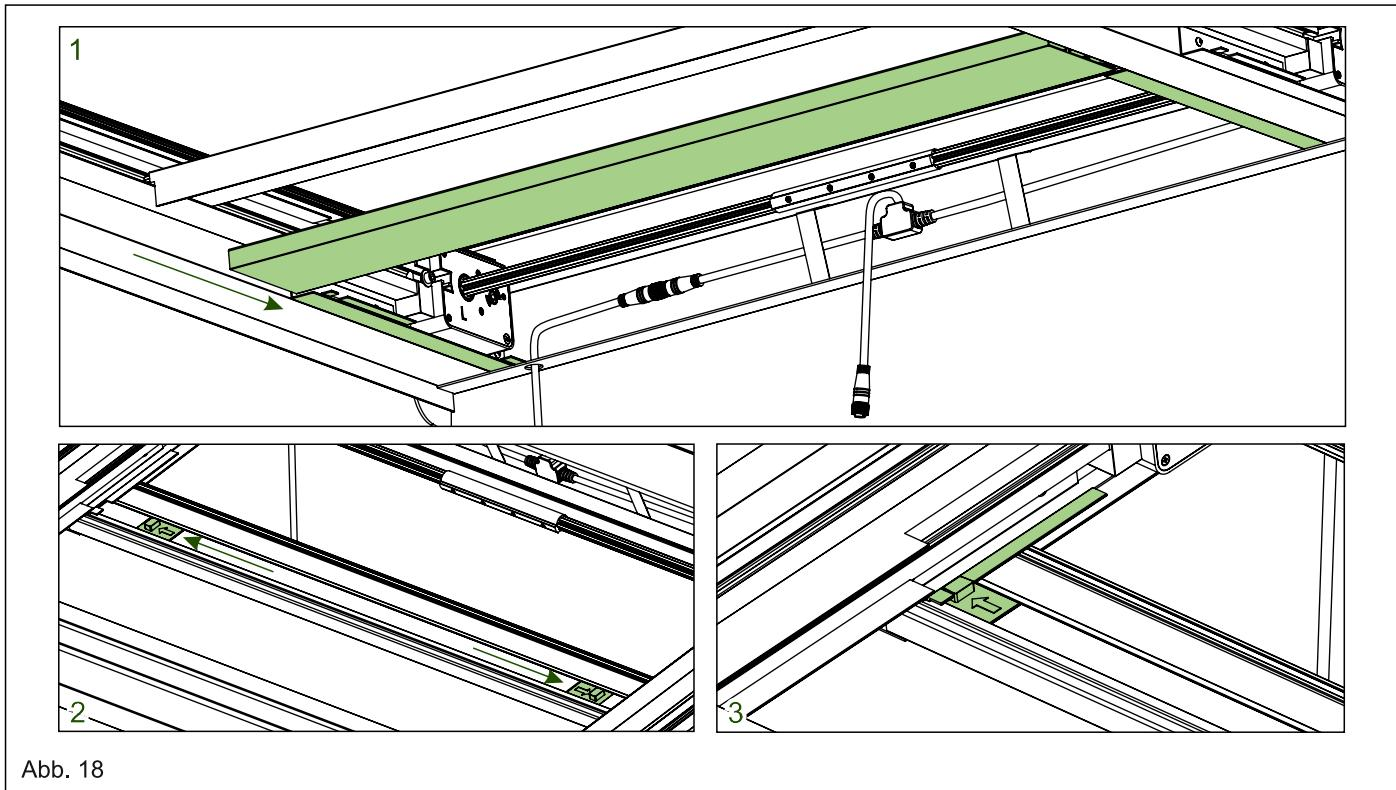

Abb. 18
- 19.** **1.** Führen Sie das Deckenprofil in die vorgesehene Abdeckhalterung ein. Achten Sie darauf, dass das Profil korrekt auf die untere Halterung eingeschoben wird. **2-3.** Setzen die Deckenprofilstopper in die Aussparung in der Deckenhalterung. (Siehe Abb. 18)